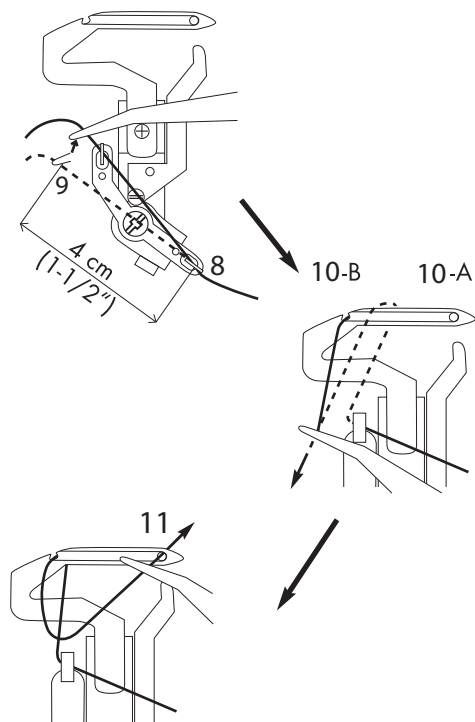

Fig. 23
6. Tenez le fil à env. 4 cm du guide-fil à l'aide de la pincette (Fig. 23).
8. Tirez le fil vers le haut dans le guide-fil (9).
9. Guidez le fil vers l'arrière et au-dessus de l'extrémité supérieure du boucleur inférieur 20 (10A) (Fig. 23).
10. Tirez ensuite lentement le fil vers le bas, afin qu'il glisse dans la rainure du boucleur (10B) (Fig. 23). Servez-vous également du dessin qui se trouve sur la machine pour effectuer cette opération !
11. Introduisez le fil dans l'œillet du boucleur (11). Le fil devrait cheminer dans la rainure du boucleur inférieur 20 (Fig. 23).